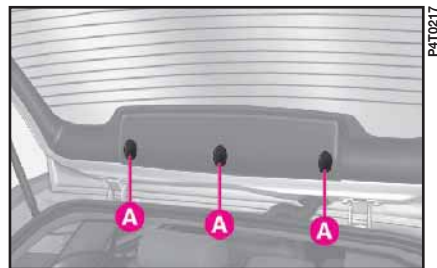

fig. 44
1) Quite los tres tapones A (fig. 44) haciendo palanca con un destornillador en los alojamientos específicos.